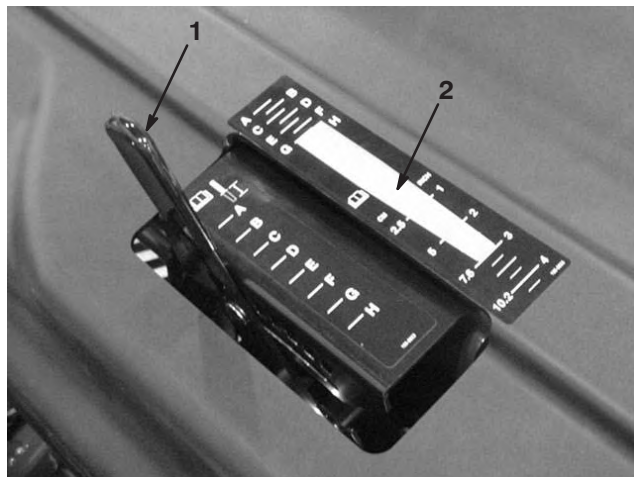

Figure 28
2. Placez le louchet sur l'autocollant de profondeur d'aération (Fig. 28), une extrémité en face de la profondeur voulue (voir le modèle de louchet sur l'autocollant).